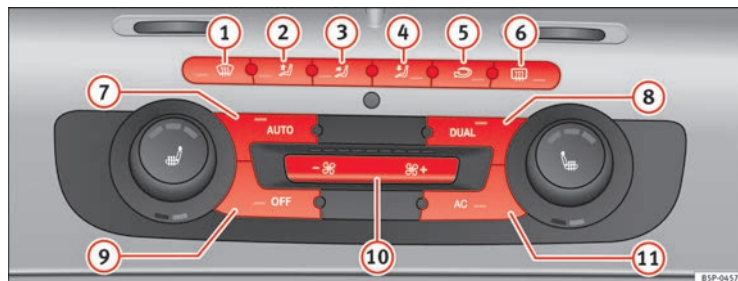

Fig. 132 Mandos del 2C-Climatronic en el tablero de instrumentos
- Gire las rulinas de regulación de temperatura ⇒ fig. 132 para ajustar la temperatura del lado izquierdo y derecho respectivamente.
- Pulse la tecla **AUTO** ⇒ fig. 132. Aparece “AUTO High” en el display de la radio (velocidad de turbina alta).
- Pulse de nuevo la tecla **AUTO** ⇒ fig. 132. Aparece “AUTO Low” en el display de la radio (velocidad de turbina baja).